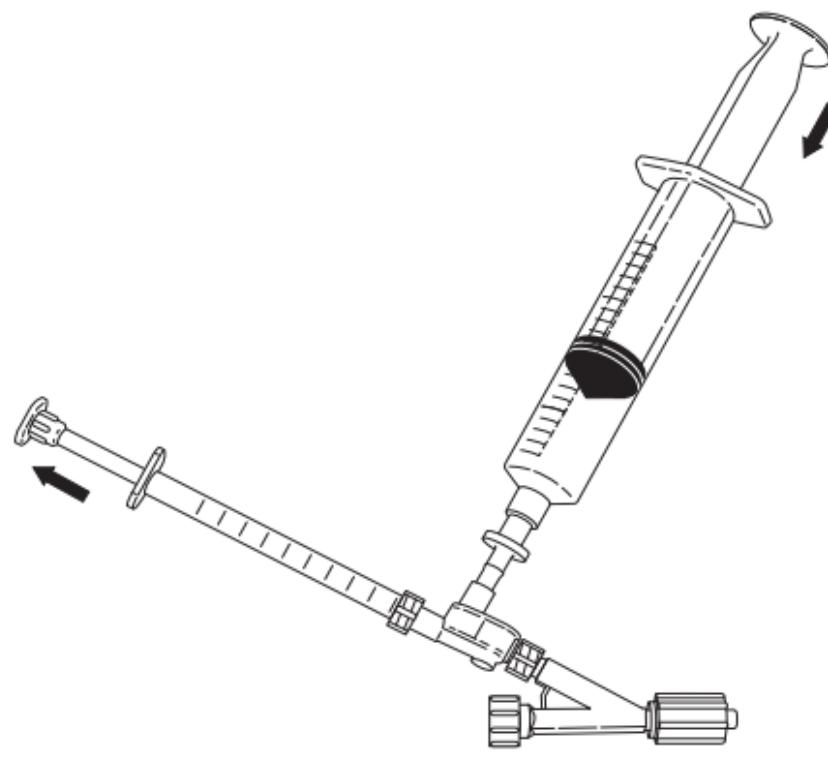

Fig. 4
6. Adapte a seringa de 1 ml ao orifício de injecção e aspire 0,5 ml de solução. Separe a seringa de 1 ml e purgue todas as bolhas de ar da seringa. Deixe um pouco de solução no orifício de injecção, antes de voltar a adaptar a seringa de 1 ml, premindo a seringa de 20 ml ligeiramente para purgar o orifício de injecção. Volte a adaptar a seringa de 1 ml ao orifício de injecção. (Fig. 4)